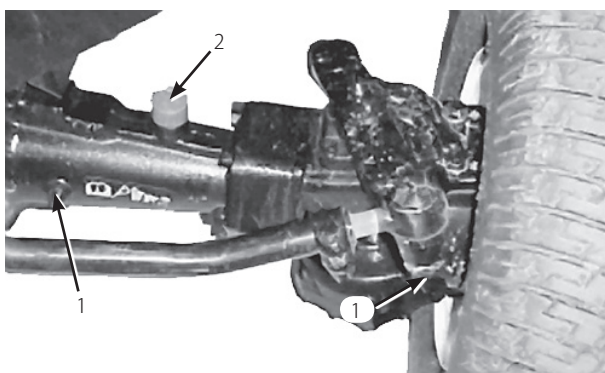

図 19
2. 点検プラグ (全部で 3 個) を取り、オイルが各穴の下縁まであることを確認する (図19と20)。
3. 量が不足していればアクスル中央のプラグを外して穴の上面まで補給する (図19と20)。